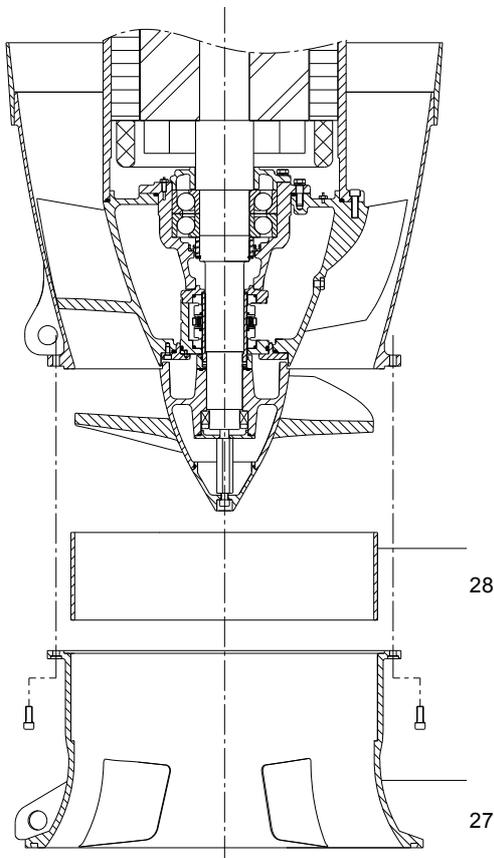

Рис. 6 Снятие чашки всасывания
6. Ослабить болты компенсационного кольца на всасывающей чашке и извлечь компенсационное кольцо (поз. 28) (см. рис. 6). При необходимости заменить компенсационное кольцо на новое.